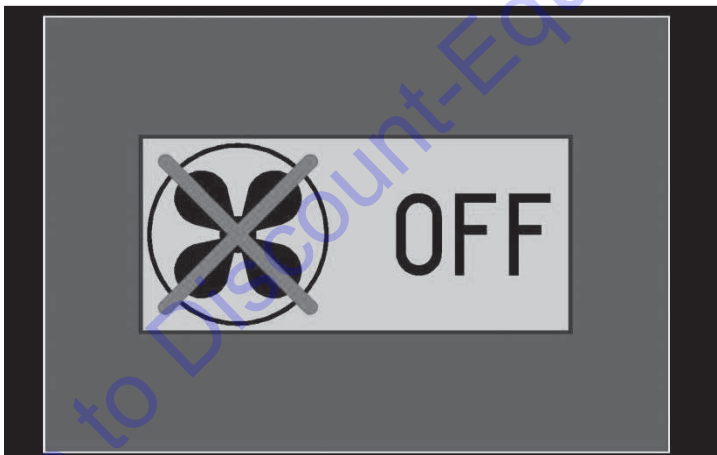

Figure 33
3. Une fois que la température descend à 54,4 °C (130 °F), le ventilateur principal s'arrête, puis l'écran DÉMARRAGE devrait apparaître. Voir les Figures 33 et 34.